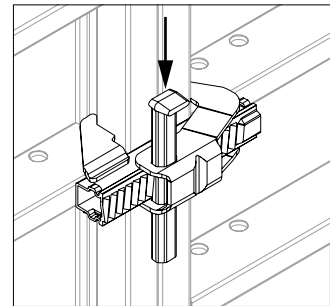

Fig. A4.01c
5. Taper sur la clavette. (Fig. A4.01c)